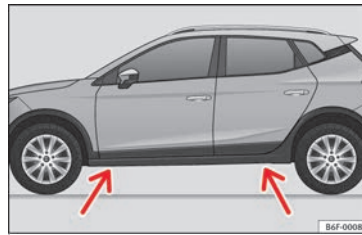

Fig. 83 Punti di appoggio per il cric.
• Individuare nel longerone il punto di appoggio del cric (zona avvallata) più vicino alla ruota da sostituire » fig. 83.